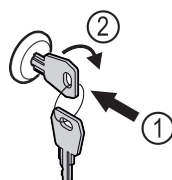

Fig. 102
- Sleutel erin duwen Fig. 102 (1).
- Sleutel 90° rechtsom draaien Fig. 102 (2).